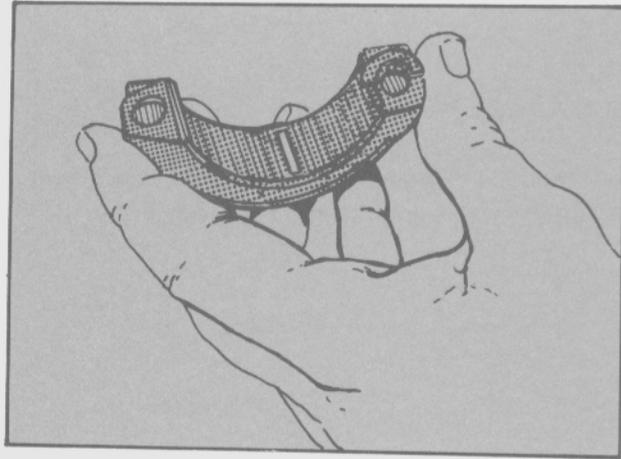

Fig. 35 - Ubicación del Plastigage
- Colocar una porción de Plastigage, de la gama correspondiente al juego radial de estos motores, 3 mm más corta que el ancho del cojinete, en la posición que se indica y fuera de la zona de los orificios de lubricación (Fig. 35).